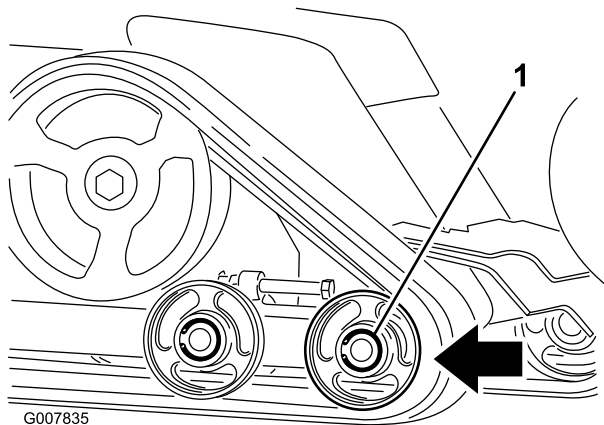

Figura 49
6. Empuje la rueda de rodaje delantera todo lo posible hacia atrás (Figura 49).
8. Una vez retirada la oruga de la rueda de rodaje, retírela de la máquina (Figura 49).
9. Empezando en la rueda motriz, pase la oruga nueva alrededor de dicha rueda, asegurándose de que los dientes de la oruga encajen entre los espaciadores de la rueda (Figura 49).
10. Introduzca la oruga por debajo y entre las ruedas de rodaje trasera y central (Figura 49).